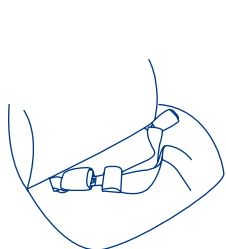

Fig. 40-2
4. Abroche el cinturón de seguridad teniendo cuidado de que el cinturón de seguridad no esté torcido y esté enganchado seguramente en la hebilla apropiada y no en la adyacente. (Fig. 40-2)